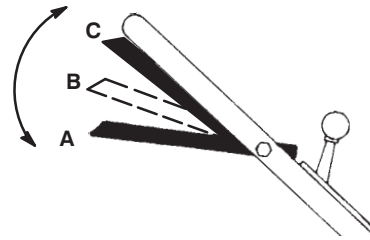

Bild 13
1. Der Sicherheitsschaltbügel sollte sich in der Stellung A befinden (Bild 13).
2. Schieben Sie den Sicherheitsschaltbügel nach rechts und heben Sie ihn auf die Stellung B an, um das Messer einzukuppeln (Bild 13).
3. Drücken Sie den Sicherheitsschaltbügel gegen den Griff in die Stellung C, um den Antrieb einzukuppeln (Bild 13).